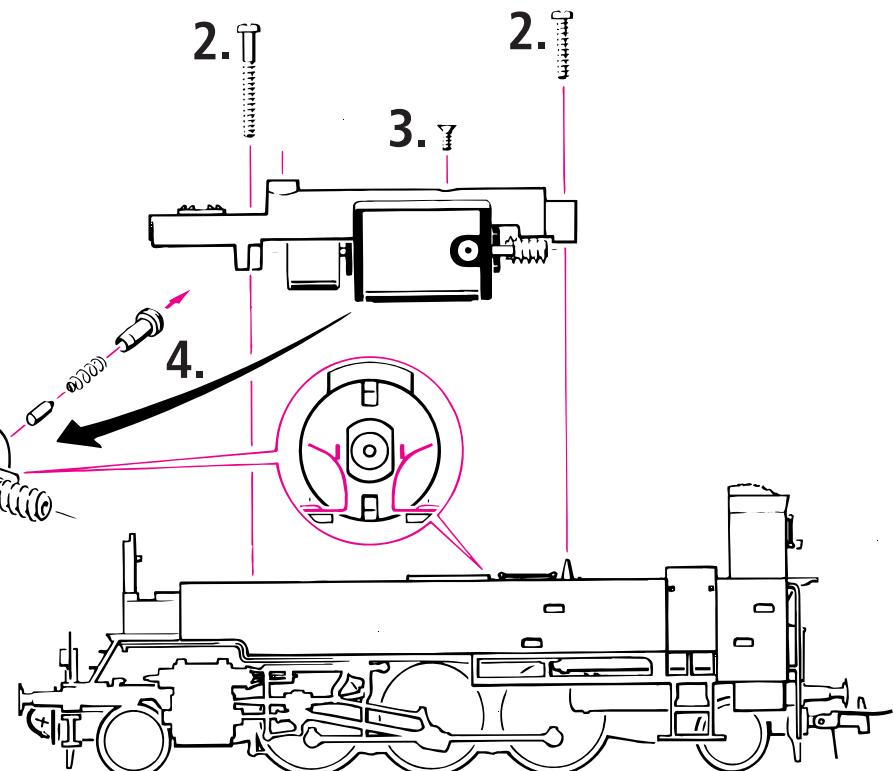

Fig. 11
Ausführung für Wechselstrom: siehe Fig. 11 + (I-XII).
Version en courant alternatif: voir fig. 11 + (I-XII).
A. C. operation: see fig. 11 + (I-XII).